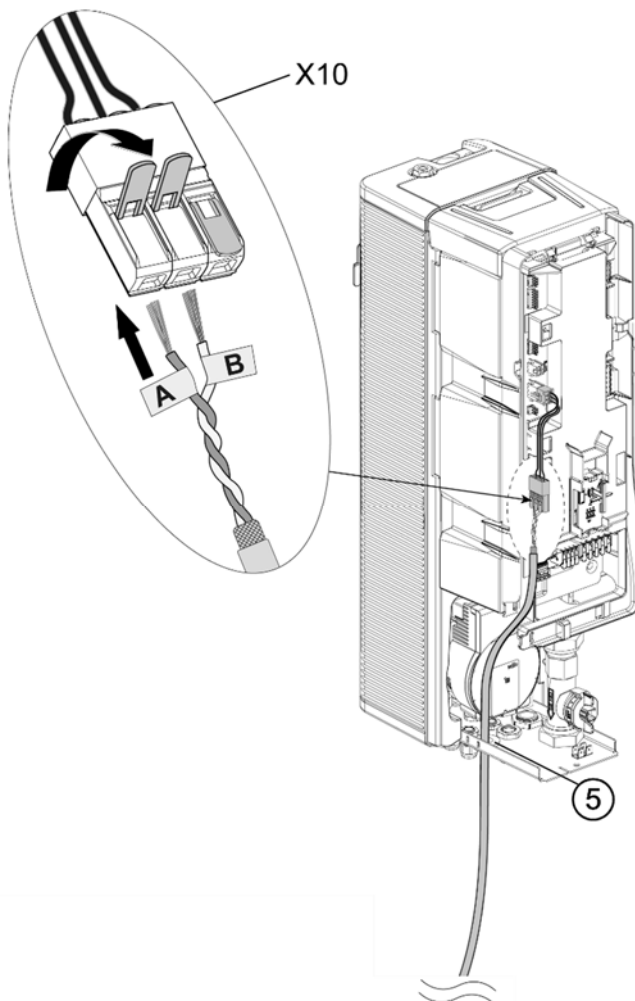

Abb. 34: Anschluss des RS485 Kommunikationskabels in der Inneneinheit
- ➔ Führen Sie das RS485 Kommunikationskabel durch die Klemmverschraubung ⑤ der Inneneinheit.
- ➔ Achten Sie auf einen korrekten Anschluss der Drähte gem. Abb. 34.